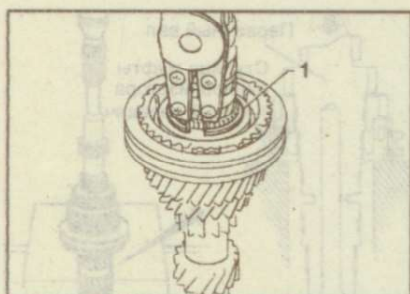

Рис. 9.203. Снятие стопорного кольца (1)
5. Снимите стопорное кольцо (рис. 9.203).